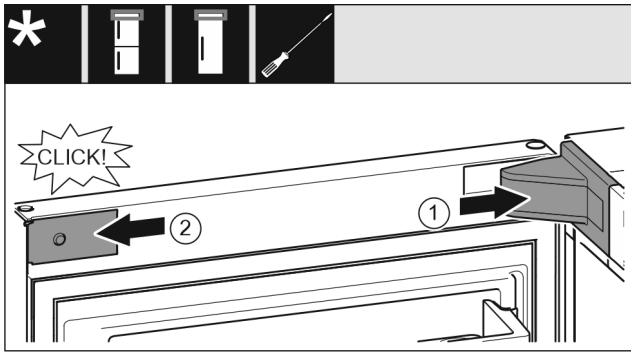

Fig. 21
- ▶ Τοποθετήστε και κουμπώστε το κάλυμμα του στηρίγματος, ενδεχ. αποσυμπιέστε το προσεκτικά. Fig. 21 (1)
- ▶ Εφαρμόστε στο πλάι το διακοσμητικό κάλυμμα και κουμπώστε το. Fig. 21 (2)